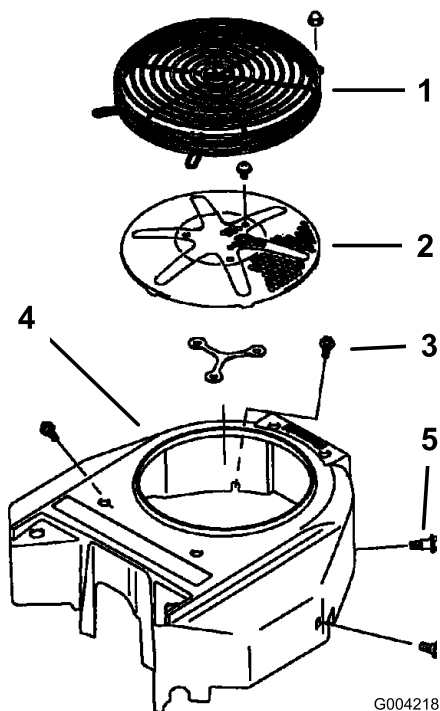

Figura 76
3. Retire la rejilla de entrada de aire, el arrancador de retroceso y la carcasa del ventilador (Figura 76).
5. Instale la rejilla de entrada de aire, el arrancador de retroceso y la carcasa del ventilador (Figura 76).